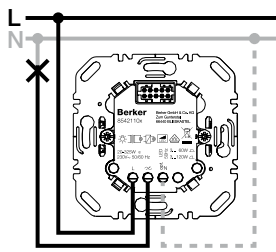

Figura 3: Pulsador regulador de 1 elemento
- El pulsador regulador (confort) de 1 elemento tiene un terminal N opcional (figura 3 y 4). Posibilidad de funcionamiento sin conductor neutro.